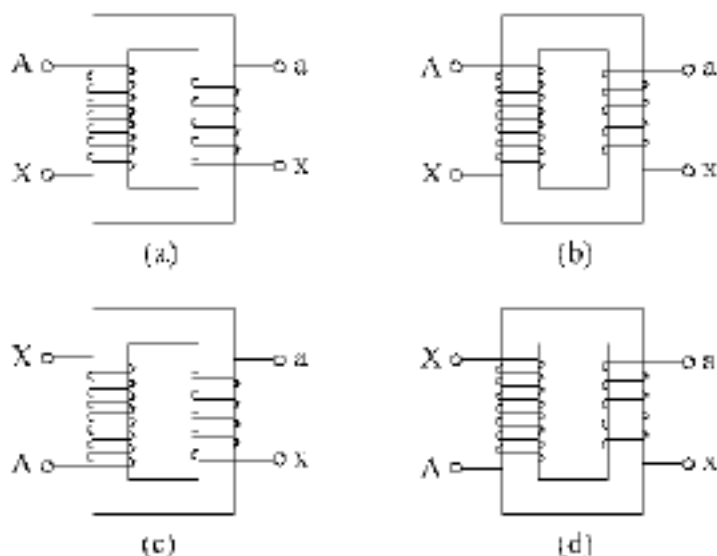

图 5.8
5.27 标出图 5.8 所示单相变压器的同极性端及其连接组别。